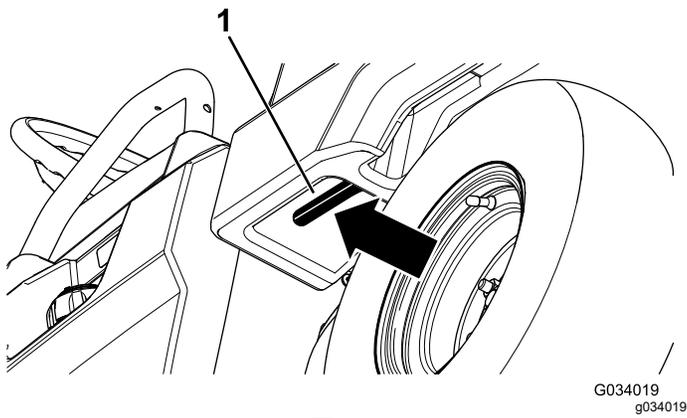

図 13
- 荷台内側左にあるレバーを引いて荷台を持ち上げる **図 13**。
1. 荷台内側左にあるレバーを引いて荷台を持ち上げる 図 13。
1. ラッチバーを引き上げて荷台を少し持ち上げる 図 13。